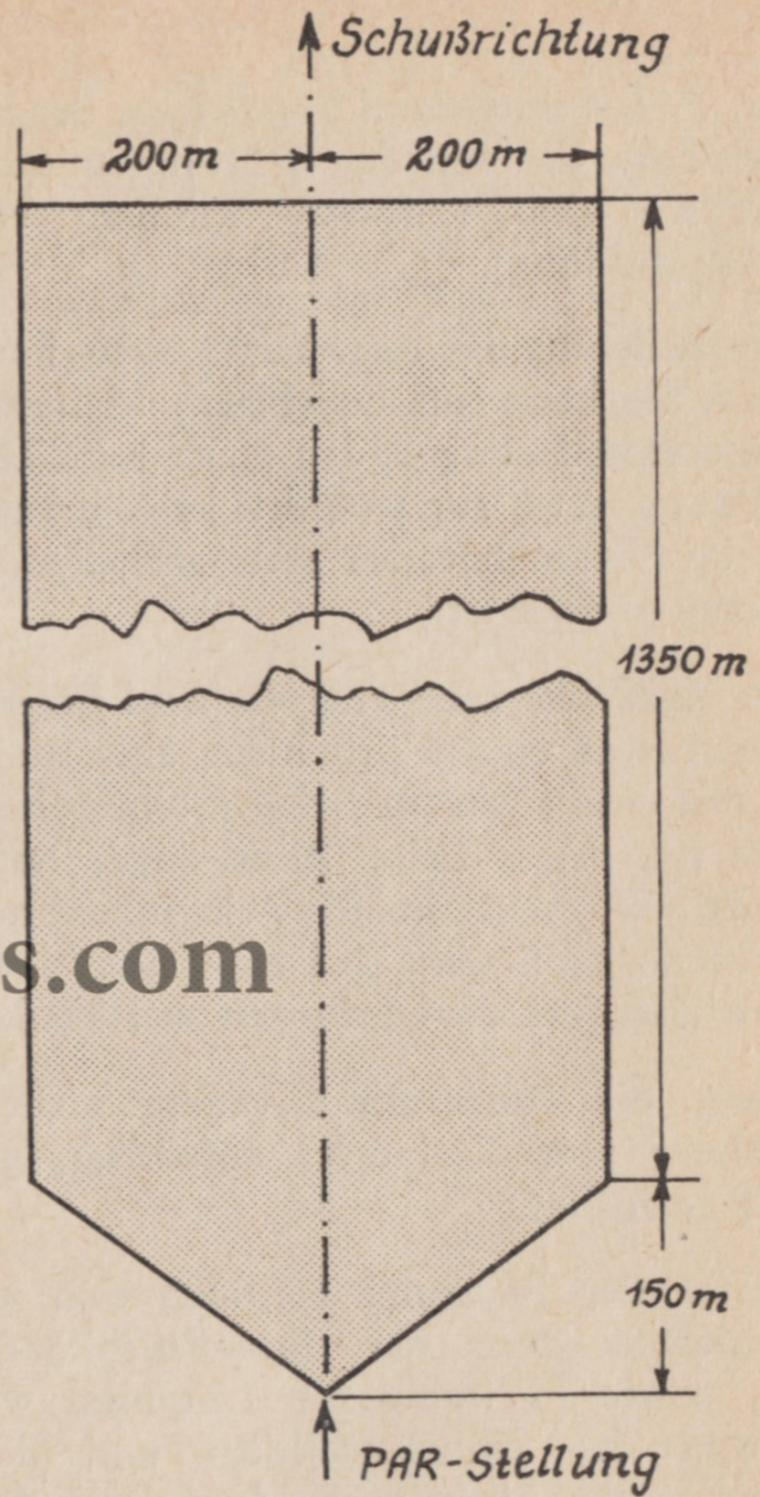

Abb. 3
d) Die Gefahrenzone vor der Waffe und neben dem Ziel wird durch folgende Sicherheitsabstände bestimmt (siehe Abb. 3):